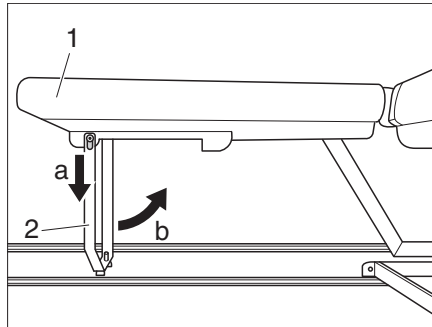

Bild 6 Füße einklappen
- Bettverlängerung (Bild 6,1) nach unten drücken (a), Füße (Bild 6,2) einklappen (b) und Bettverlängerung abnehmen.